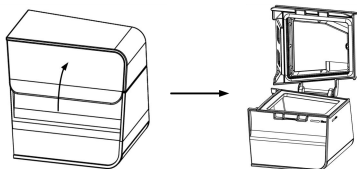

Fig. 19-2
(2) Pulizia della camera dell'acqua e della scatola di trasferimento
a. Aprire la camera dell'acqua come mostrato nella Fig. 19-2.